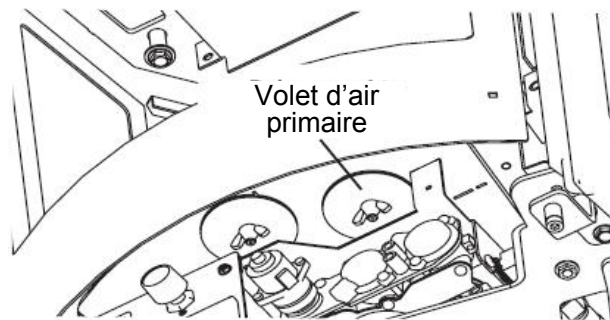

Figure 21.
3. Desserrez l'écrou à oreilles du volet d'air primaire et poussez la tige jusqu'au bout. Fig. 21.